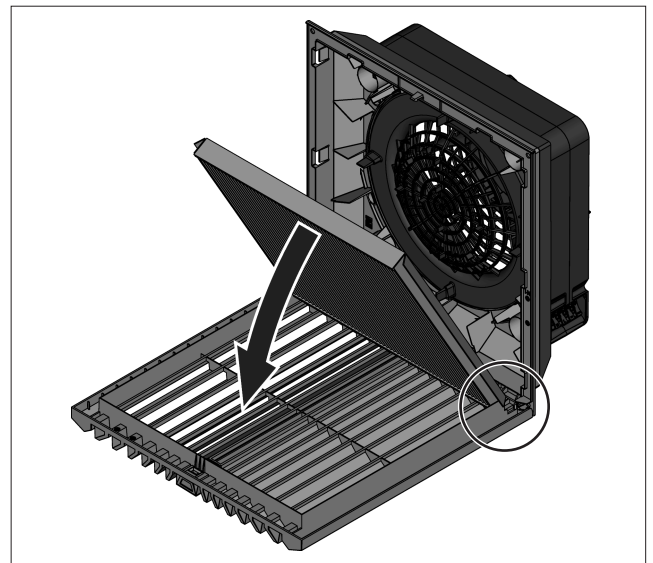

图 11: 安装 IP54 折叠过滤垫
- 将折叠过滤垫放入百叶格栅。“Top”（上）字样表示放置方向（参见图 11）。